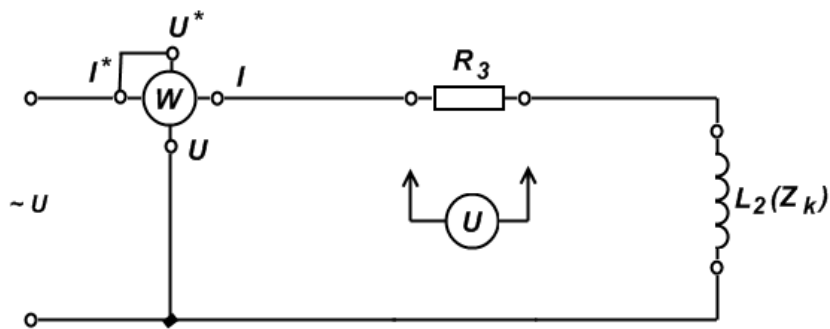

Рис. 2 Схема для исследования последовательной цепи переменного тока, содержащей резистор и индуктивную катушку.
5. Собрать электрическую схему (рис. 2) и представить на проверку преподавателю. ЛАТР вывести в нулевое положение.